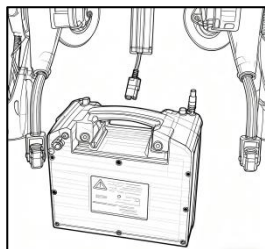

FIG. 1
1. Retire la batería y desconecte el conector rojo (ver **FIG. 1**).